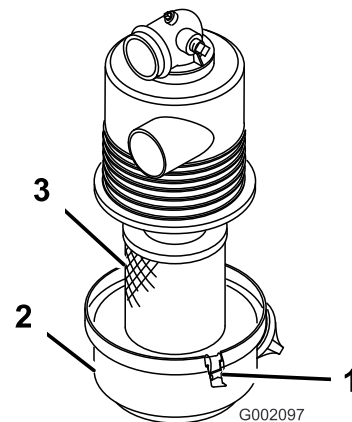

Bild 24
3. Lösen Sie die Laschen, mit denen die Abdeckung am Luftfilterkörper befestigt ist. Trennen Sie die Abdeckung vom Körper ab. Reinigen Sie die Innenseite der Luftfilterabdeckung (Bild 24).
4. Schieben Sie den Filter vorsichtig aus dem Körper heraus, um das Losrütteln von Staub zu minimieren (Bild 24). Vermeiden Sie ein Anstoßen des Filters am Filtergehäuse.